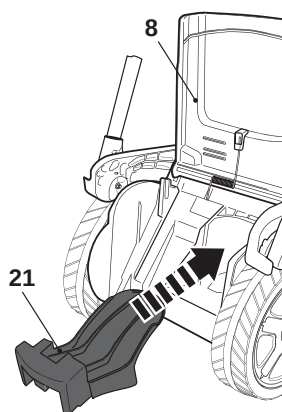

Fig.23
- > Insérez l'insert de broyage [21] dans la goulotte d'éjection arrière [22] (Fig.23). Assurez-vous que le bouton de déverrouillage [21a] s'enclenche en place.
- > Pressez le levier de démarrage [3] vers la poignée [1] pour allumer l'appareil (Fig.23, étape 2). Maintenez le levier de démarrage [3] en position pendant le fonctionnement.